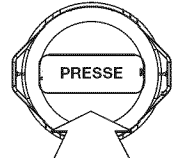

Fig. 22
- Remplacez le couvercle de la tête de coupe et poussez fermement jusqu'à ce que les deux languettes retrouvent leur place. (Fig. 22)